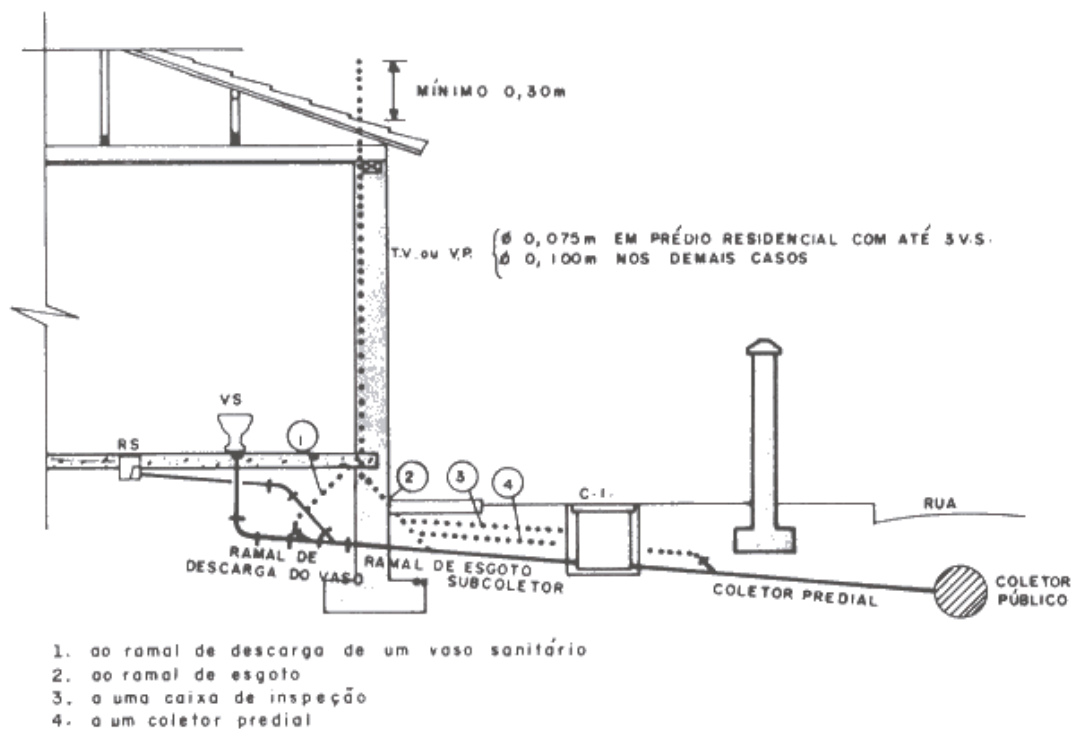

Figura 7. Ventilação em edifício de um pavimento.
- > Em prédios de um só pavimento, por, pelo menos, um tubo ventilador primário de 100 mm ligado diretamente à caixa de inspeção, ou junto com o coletor predial, subcoletor ou ramal de descarga de um vaso sanitário prolongado acima da cobertura do prédio; se o prédio for residencial e tiver, no máximo, três vasos, o tubo ventilador pode ter diâmetro de 75 mm (Figura 7);